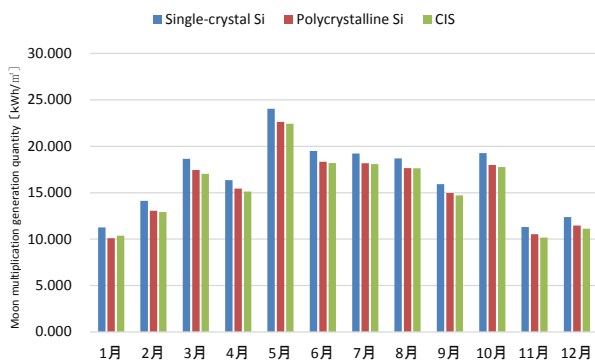

Figure 3. Moon multiplication generation quantity per unit area
今回測定した三種類の太陽電池モジュールはそれぞれ合計面積 (S) が異なる。そのため、(1) 式を用いて 1 m² 当たりの発電量を計算し、各太陽電池の発電量を図 3 と表 4 に示す。